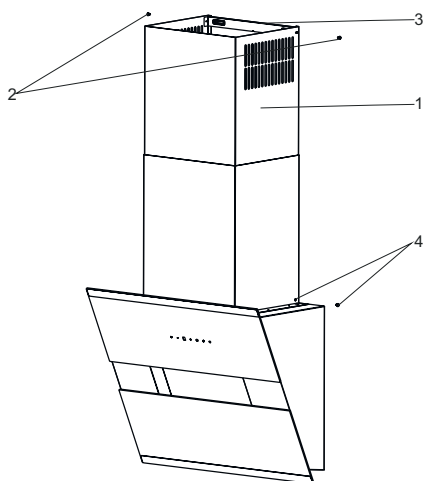

Fig. 9
Invändig og utvändig skorsten sätts i varandra (Fig. 9).
- Håll väggfästet för skorstenen (6) mot väggen där den ska placeras. Därefter markeras punkterna E & F (Fig. 9).
- Borra punkterna E och F med Ø6mm borrh, och ställ in Ø6mm pluggar. Montera väggfästet för skorstenen med 3,9x22 skruvar (Fig. 9).
- Dra upp den inre skorstenen mot taket. Fäst denna med 2 skruvar på sidorna upptill (Fig. 9).